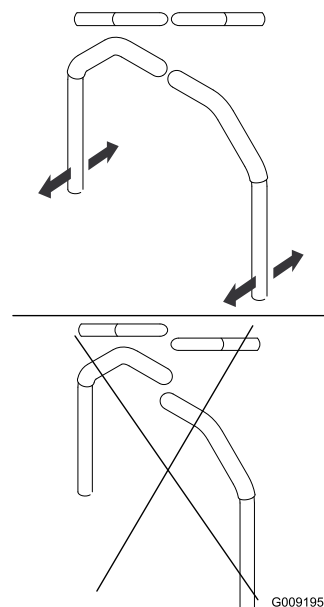

Figura 85
4. Alinhe as alavancas dianteiras para a posição traseira ao juntar as alavancas na posição de ponto-morto e faça-as deslizar até estarem alinhadas, depois aperte os parafusos (Figura 85).